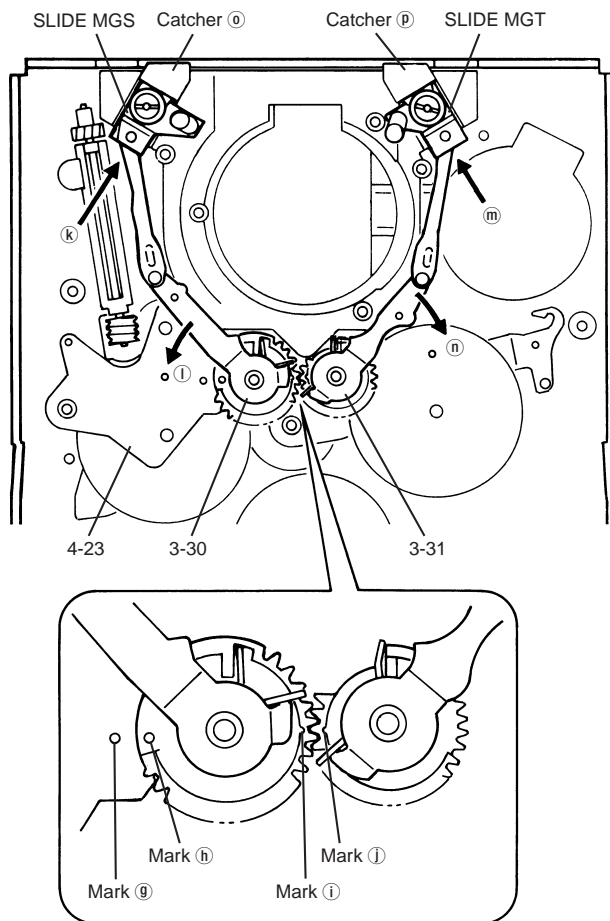

Fig. 3-4
- 1) As shown in Fig. 3-4, install 3-30 so that mark ⑧ on 3-30 is aligned with mark ⑨ on 4-23.
- 2) Insert SLIDE MGS into the groove of catcher ⑥ by pushing it from the direction of arrow ④.
- 1) As shown in Fig. 3-4, install 3-31 so that mark ⑩ on 3-31 is aligned with mark ① on 3-30.
- 2) Insert SLIDE MGT into the groove of catcher ⑦ by pushing it from the direction of arrow ⑤.
- 1) 図3-4のように、3-30のマーク ⑧と4-23のマーク ⑨が一致するように3-30を取り付ける。
- 2) SLIDE MGSを矢印 ④の方向からキャッチャー ⑥の溝に挿入する。(3-30のレバーを片方の指で矢印 ①の方向に戻しながら他方の指でSLIDE MGSをキャッチャー ⑥の溝に挿入し、指を離す。)
- 1) 図3-4のように、3-31のマーク ⑩と3-30のマーク ①が一致するように3-31を取り付ける。
- 2) SLIDE MGTを矢印 ⑤の方向からキャッチャー ⑦の溝に挿入する。(3-31のレバーを片方の指で矢印 ②の方向に戻しながら他方の指でSLIDE MGTをキャッチャー ⑦の溝に挿入し、指を離す。)